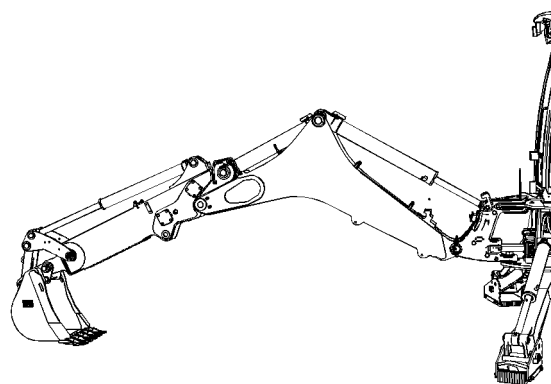

Ilustración 253
2. Sitúe la máquina. Refiérase a la Ilustración 253
4. En los agujeros de acceso (5), mida la separación entre la parte superior del tope de desgaste plano que está empernado al brazo interior y a la superficie interior del brazo exterior.